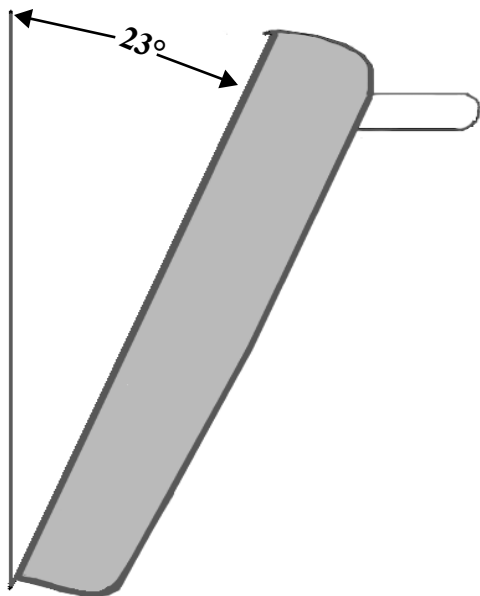

FIGURE 7: ANGLE APPROXIMATIF NÉCESSAIRE POUR RETIRER LA PORTE
1. Inclinez légèrement la porte (*Figure 7*) et insérez les charnières dans les fentes. Les charnières s'amarront solidement dans les fentes si la porte est placée correctement. Ne forcez pas la porte et ne l'inclinez pas sur les côtés.